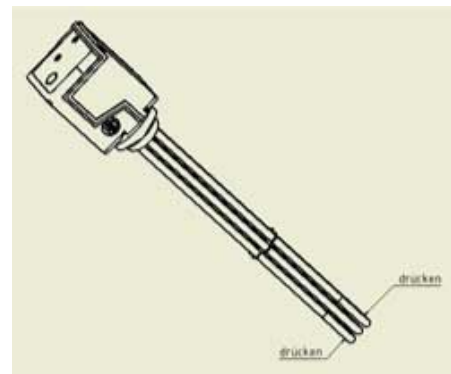

Abb. 1.2: Montage des Einschraubheizkörpers (Abb. des Einschraubheizkörpers ähnlich)
- 1) Den Einschraubheizkörper CEHK montieren. Beim Einführen der Heizung durch die Muffe sind die Heizrohre mit der Hand etwas zusammenzudrücken (siehe Abb. 1.2).